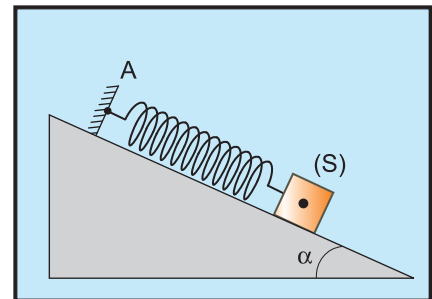

Fig. 36
12. Un solide (S) de masse $m = 10 \text{ kg}$ est posé sur un plan incliné d'un angle $\alpha = 60^\circ$. Ce solide doit être retenu par un ressort de raideur $k = 1000 \text{ N.m}^{-1}$, (Fig.36) $\|\vec{g}\| = 9,8 \text{ N.kg}^{-1}$.
b) On vérifie que le solide est bien en équilibre quand le ressort a cet allongement ; mais on constate que si on tire à partir de cette position sur le point A, le ressort s'allonge encore de 20 mm avant que (S) ne décroche et doucement remonte le plan ; de même il faut déplacer A vers le bas de 20 mm avant que l'équilibre ne soit rompu.